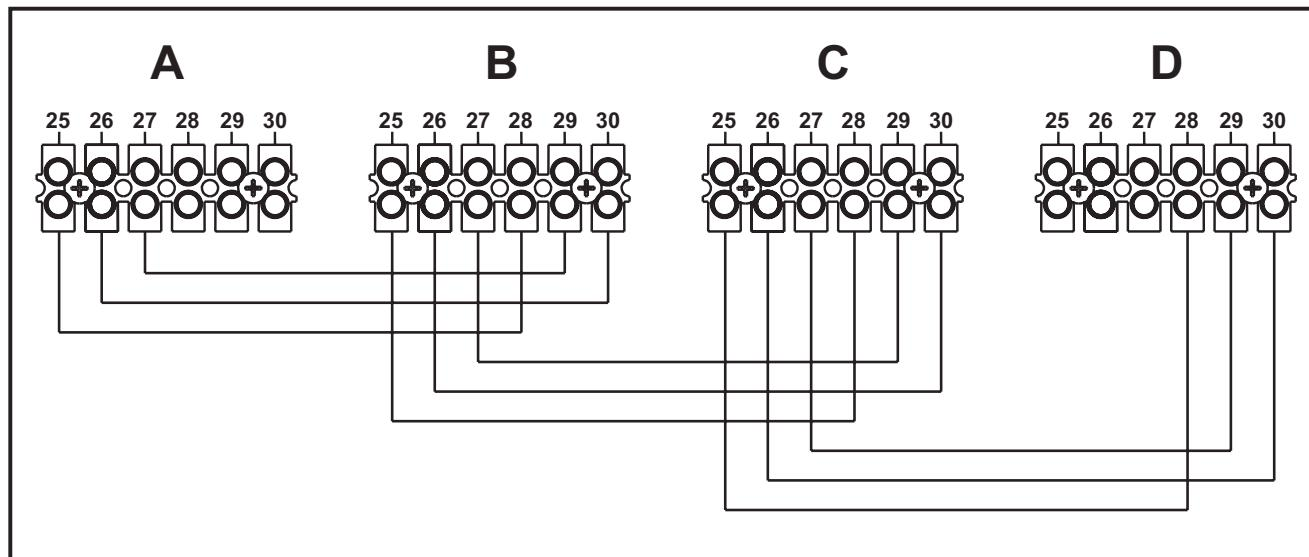

fig. 31 - Collegamento in cascata
- Collegare i moduli come mostrato in fig. 31
Se questo non avviene, togliere alimentazione elettrica e controllare il cablaggio in fig. 31.